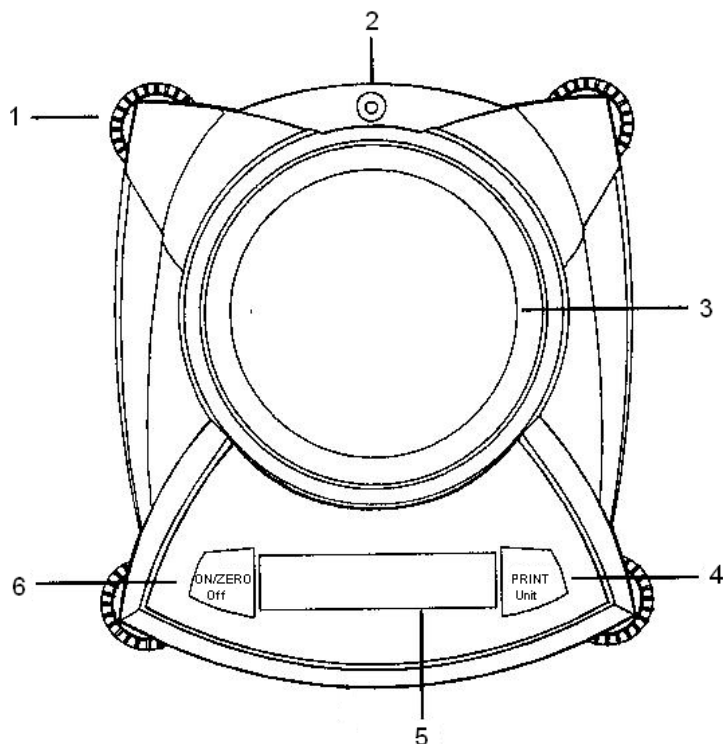

Рис. 3. Весы лабораторные электронные типа Scout Pro.
Весы лабораторные электронные типа Scout Pro (рис. 3),
1. Проверьте установку весов. Они должны стоять без перекосов (по уровню, рис. 3 (2)).